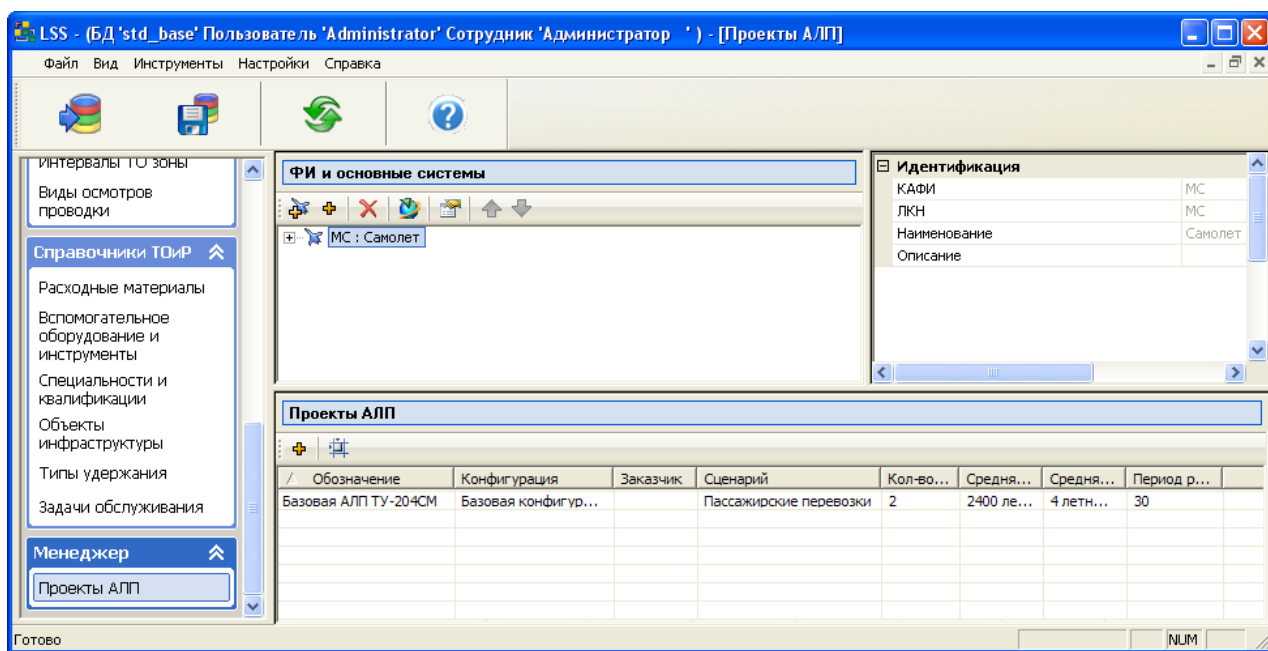

Рис. 1-3
В результате откроется главное окно программы LSS1 (рис. 1-3).
1. В главном окне на панели навигации выберите **Менеджер проектов** → **Проекты АЛП** (рис. 1-3).